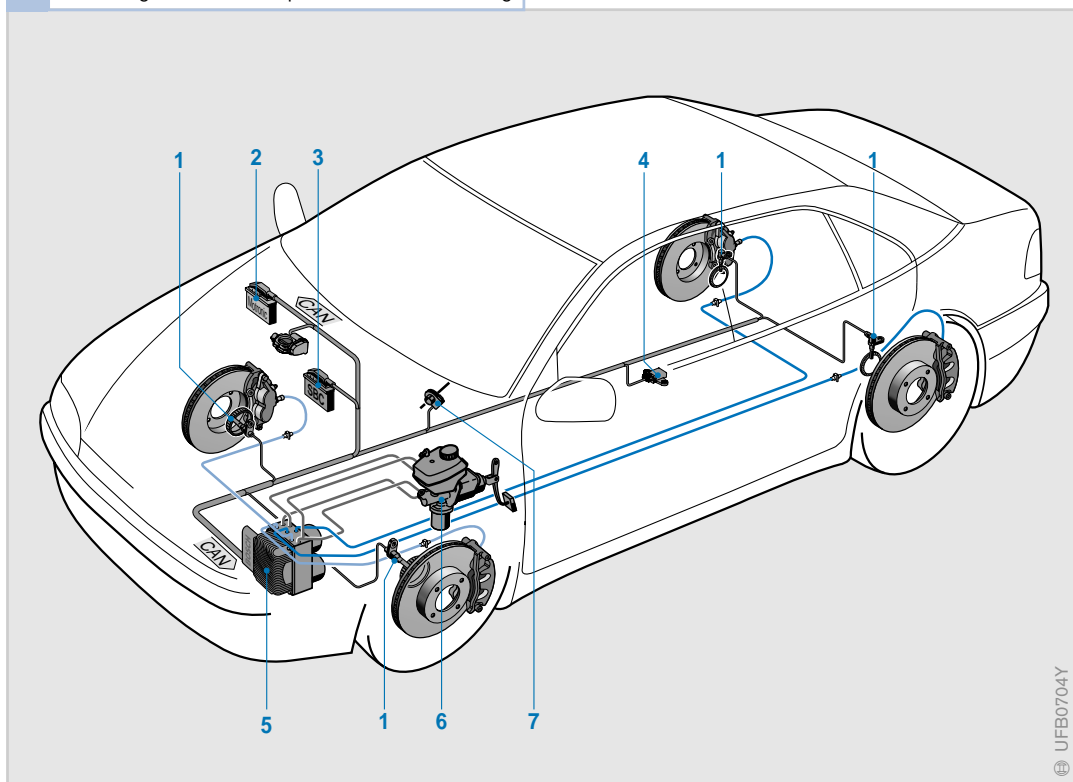

Bild 1
- Betätigungseinheit (Bild 1, Pos. 6 und Bild 3, nächste Doppelseite),
- Sensoren (Bild 1, Pos. 1, 4 und 7),
- Wegbau-Steuergerät (3) und
- Hydroaggregat mit Anbausteuergerät (Bild 1, Pos. 5 und Bild 2, nächste Seite).
Diese Komponenten sind durch elektrische Steuer- und hydraulische Druckleitungen miteinander verbunden. Bild 1 zeigt, wo diese Komponenten im Kraftfahrzeug eingebaut sind.